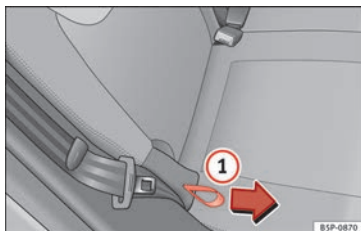

Fig. 80 Ajuste de la inclinación del respaldo del asiento posterior.
- Sujete el respaldo del asiento por la parte superior. Tire del lazo situado en el lateral del asiento » **fig. 80** ① en la dirección de la flecha y manténgalo en esta posición. Empuje el respaldo del asiento hacia atrás hasta la posición que desee y suelte el lazo.